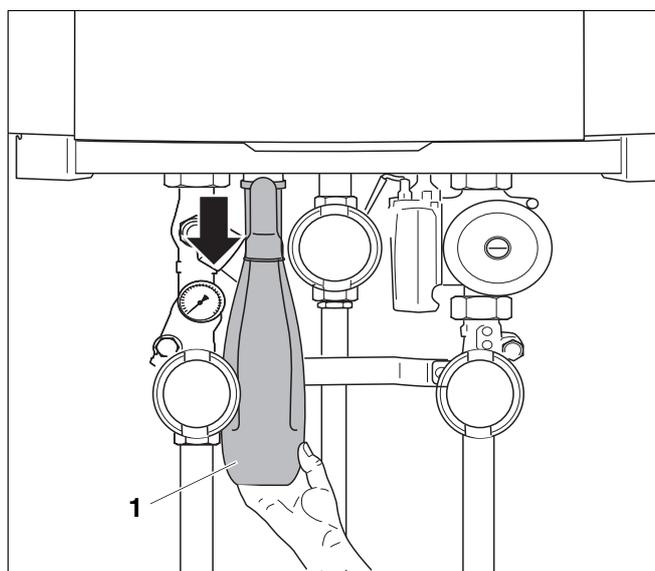

Fig. 117 Allentare il sifone nel set di raccordi
- Allentare il sifone dal giunto ed estrarlo (fig. 117, **Pos. 1**).